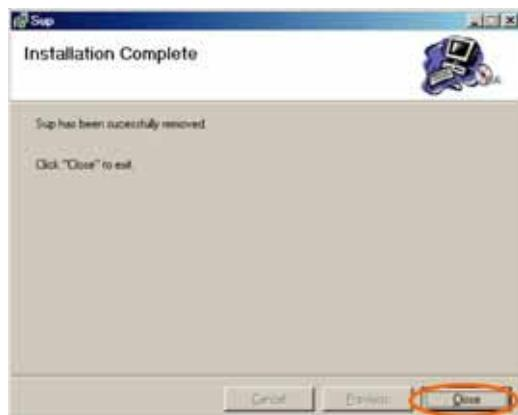

Рис. 1-15
- 5** Для завершения восстановления нажать "Закрыть" (Close) (рис. 1-15).